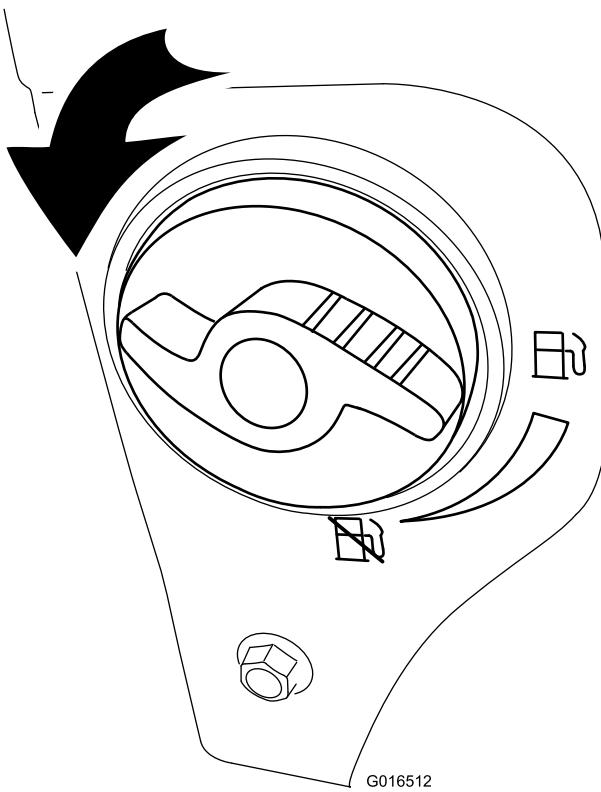

Figura 19
2. Ruotate la valvola di intercettazione del carburante di 1/4 di giro in senso antiorario per aprirla (Figura 19).